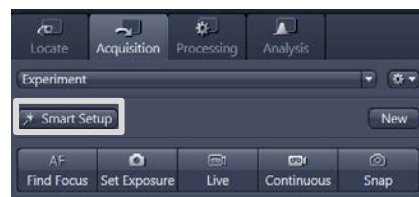

Fig.14 Acquisition画面
- ① **Smart Setup**をクリックします (Fig. 14)。
- ② **Detection mode**は**LSM**を選択します。
- ③ **Configure your experiment** エリアの**+**ボタンをクリックして色素選択ウインドウを開きます。
- ④ **Search**より蛍光色素名を入力、もしくは**Dye Database**より選択します。色素名をダブルクリック、もしくは選択して**Add** ボタンをクリックすることで、選択した色素がConfigure your experimentエリアに反映されます。